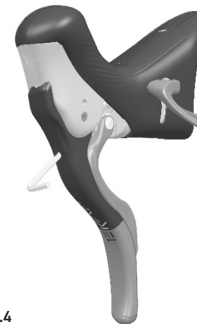

Abb.4
- Setzen Sie einen Inbusschlüssel mit 2,5 mm in die Öffnung Y ein, sodass Sie den Stift erreichen (Abb. 4).